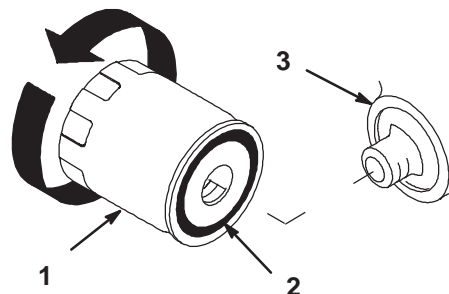

Figure 40
2. Déposez le filtre à huile usagé et essuyez la surface du joint de l'adaptateur (Fig. 40).
4. Appliquez une fine couche d'huile neuve sur le joint en caoutchouc du filtre de rechange (Fig. 40).
5. Posez le filtre à huile de rechange sur l'adaptateur. Tournez le filtre dans le sens horaire jusqu'à ce que le joint en caoutchouc rejoigne l'adaptateur, puis donnez 1/2 tour supplémentaire (Fig. 40).